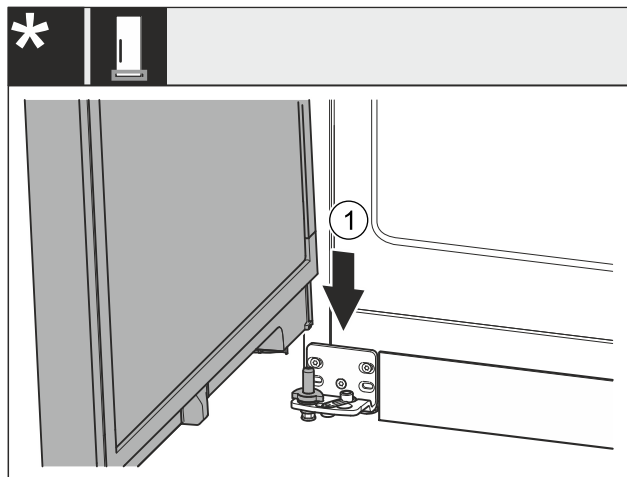

Fig. 43 *
- ▶ Встановіть дверцята зверху на нижній опорний гвинт Fig. 43 (1)*.